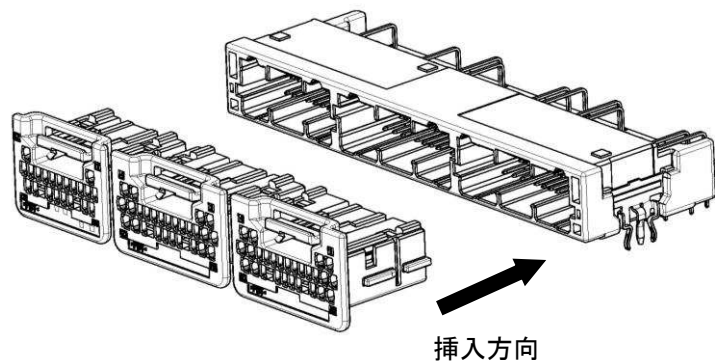

Fig. 16
- (3) 指定のメス・ハウジングをオス・コネクタに Fig. 16 のような向きに真っ直ぐ挿入してください。「パチン」と音がしてそれ以上押し込むことができなければ嵌合は完了です。挿入できない場合は、無理に押し込まず、(1)、(2)の項目を再度確認してください。